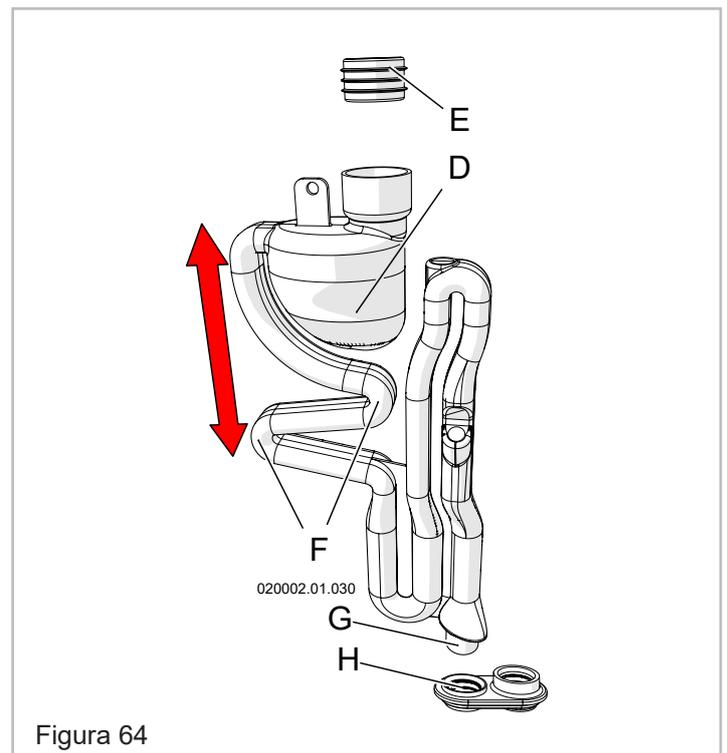

Figura 64
1. - Con l'apparecchio acceso, aprire al massimo un rubinetto dell'acqua calda sanitaria in modo che il bruciatore si ponga alla potenza massima e il livello di liquido presente all'interno del serbatoio del sifone "D" (Figura 64) si abbassi;
8. - Pulire la vaschetta di decantazione "D" (Figura 64);